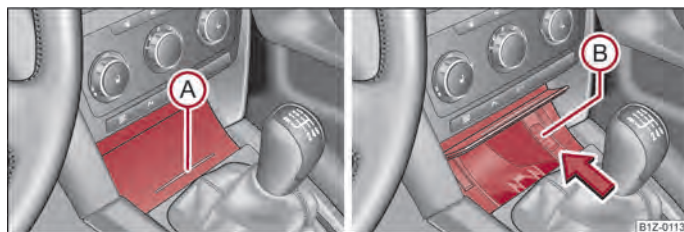

Fig. 70 Consola central: Cenicero delantero/Extraer el suplemento del cenicero delantero
- Presione la parte inferior de la tapa del cenicero, vea la posición (A) ⇒ fig. 70.